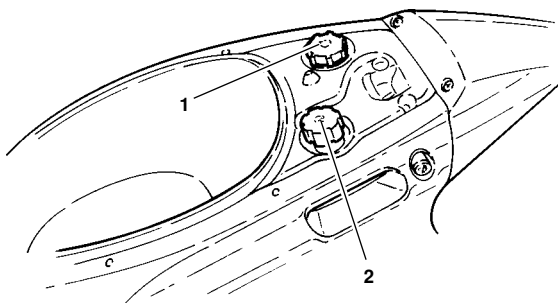

Fig. 12
- Sollevare la sella, rimuovere il tappo (2 - Fig. 12). Versare l'olio con cautela avendo cura di non farlo gocciolare sulla carrozzeria.